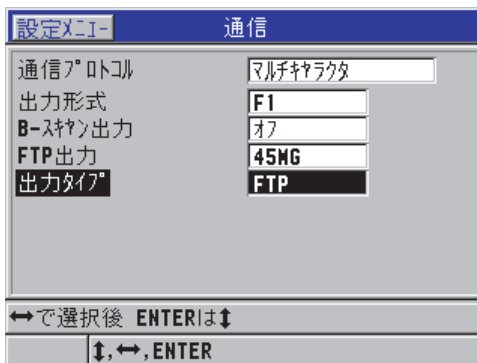

図 8-3 通信画面
2. 通信画面で、以下の操作を行います（161 ページの図 8-3 を参照）。